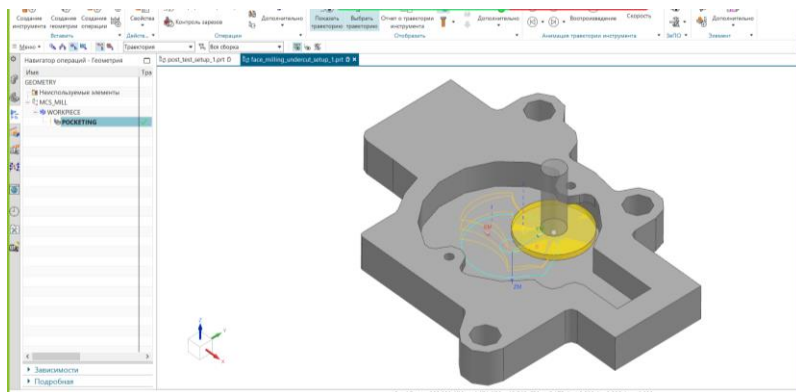

Рисунок 10 – Результат виконання команди «Обработка поднутрений»
10. Створіть операцію POCKETING, інструмент - T\_CUTTER, геометрія -WORKPIECE, метод - MILL FINISH, програма - NONE. Для обробки поднутрений в Параметрах різання вкладка стратегія включите параметр - разрешить поднутрения (рис. 9). Задати нижню площину - обрати дно кармана і згенеруйте операцію. Результат операції показаний на рис. 10.